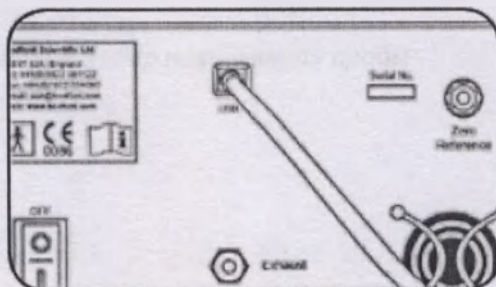

fig.16
18. Подключите USB-кабель к USB-порту на приборе, а его другой конец – к соответствующему USB-порту на компьютере (Рис. 16).